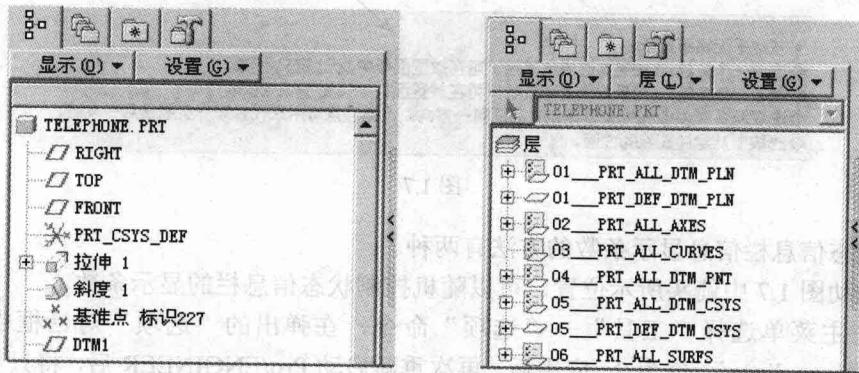

图 1.5
① 导航器窗口：此窗口集成了模型树、文件夹浏览器、收藏夹和链接 4 个方面的内容。在打开模型的时候，层也会出现在导航器窗口。这种导航器可以在一个窗口中显示多项内容，操作非常集中方便，如图 1.5 所示。